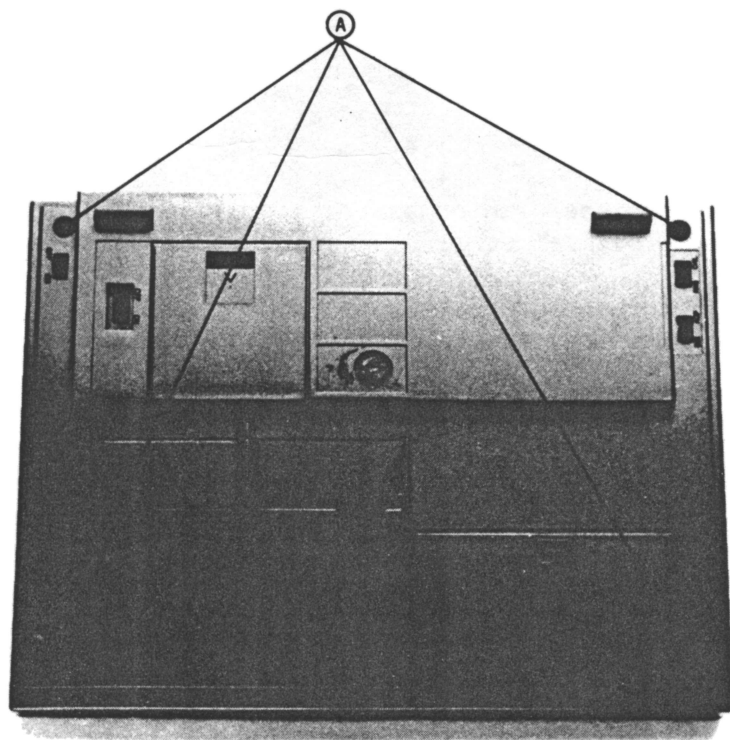

Fig. 2-1 Smontaggio della carrozzeria inferiore
2. Facendo attenzione a non rigare i tasti e il display, capovolgere la macchina e svitare le quattro viti A (Fig.2-1) dal fondello della carrozzeria.